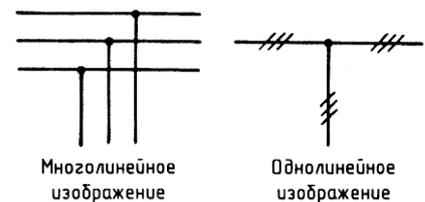

Рисунок 74 – Изображение группы линий связи с ответвлениями
- группа линий связи, имеющих ответвления, изображается так, как показано на рис. 74;